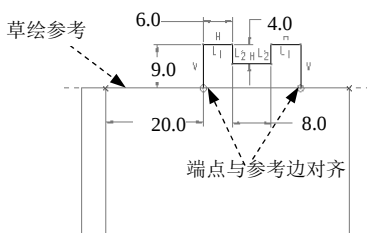

图 11.4.44 截面草图
Step6. 绘制自定义的平整壁的正面形状草图。单击**形状**按钮，在弹出的界面中单击**草绘...**按钮，在弹出的对话框中接受系统默认的草绘平面和参考，并单击**草绘**按钮；进入草绘环境后，选取图 11.4.44 中所示的边线为草绘参考；绘制图 11.4.44 所示的草图（图形不能封闭），然后单击“确定”按钮。